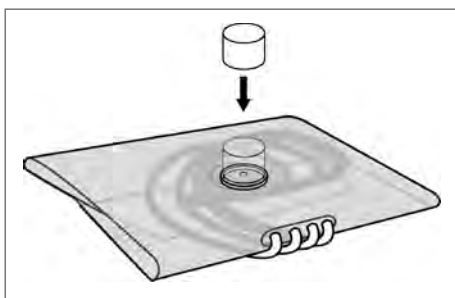

Fig. 47
7. Coloque el primer orificio del alineador de centrado en el accesorio destinado a ello. A continuación, coloque el mandril magnético (ver Fig. 47).